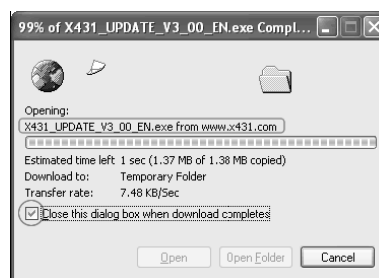

Abb. 3-12
2. Das folgende Fenster zeigt den Downloadvorgang (siehe Abb. 3-12).